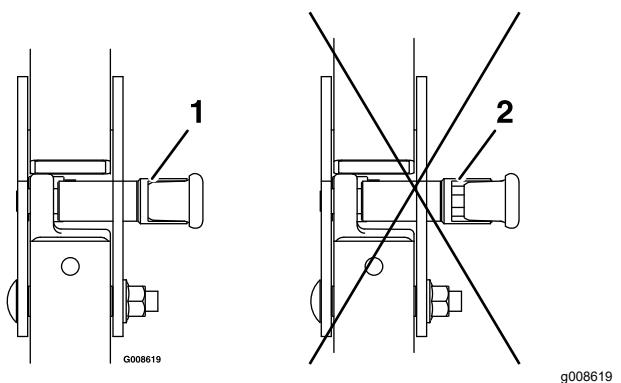

Рисунок 9
- Поднимите защитную дугу в рабочее положение и поверните ручки так, чтобы они частично вошли в канавки (Рисунок 9).
- Поднимите защитную дугу в полностью вертикальное положение, одновременно нажимая на верхнюю часть защитной дуги так, чтобы штифты вошли со щелчком в отверстия, когда они будут совмещены с ними (Рисунок 9).
- Нажмите на защитную дугу и убедитесь, что оба штифта вошли в отверстия (Рисунок 9).